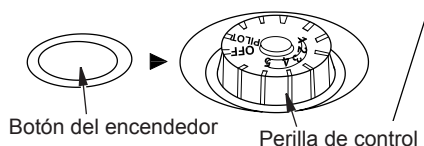

Figura 20 - Perilla de control en la posición OFF (apagado)
5. Gire la perilla de control en dirección contraria a las manecillas del reloj ↻ hasta la posición PILOT (piloto). Mantenga presionada la perilla de control durante cinco (5) segundos (consulte la figura 20).